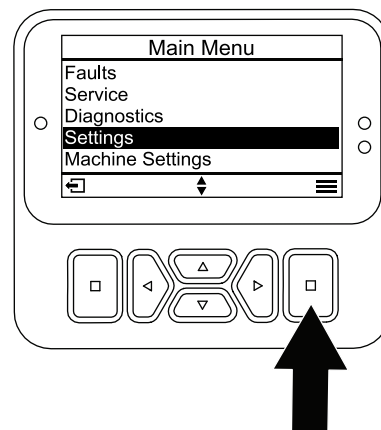

Figura 25
1. Dal MAIN MENU (MENU PRINCIPALE), scorrete verso il basso fino al menu SETTINGS (IMPOSTAZIONI) e premete il pulsante seleziona (Figura 25).